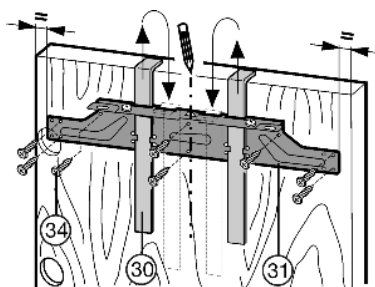

Fig. 20
- ▶ Montagetraversen *Fig. 20 (31)* hænges på møbeldørens inderside med montagehjælpen *Fig. 20 (30)*.
- ▶ Montagetraversen *Fig. 20 (31)* rettes ud, så den er i midten: Markér en kort midterlinie på møbeldøren og anbring traversens pilspids over den.
- ▶ Montagetraversen *Fig. 20 (31)* skrues fast med mindst 6 skruer *Fig. 20 (34)*.
- ▶ Montagetraversen *Fig. 20 (31)* skrues fast til kanten med 4 skruer *Fig. 20 (34)*.
- ▶ Montagehjælpen *Fig. 20 (30)* trækkes ud opadtil, drejes og skubbes ind i udtagningsåbningerne ved siden af.